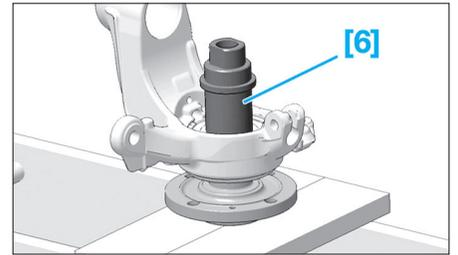

Fig. 41
! Prendre garde à ne pas obturer l'espace "b" (Fig.41).
- Poser l'outil [6] (Fig.41).